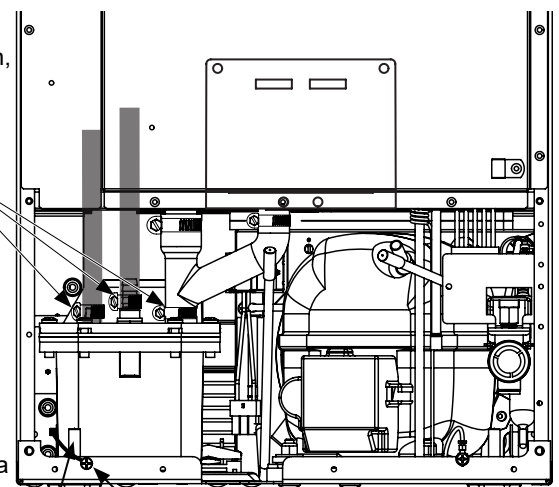

Figura 45
5. Desenrosque la pata niveladora de la esquina posterior hasta que el extremo de la parte roscada quede al ras con el inserto roscado de la base (vea la Figura 45).